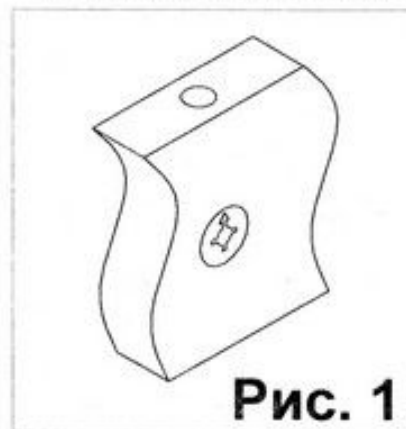

Рис. 1
1. Прикрутить ответные планки петель (7) к боковине 1 евроинтами (8) Соединить полку 3 с боковинами 1 и 2 евроинтами (2) . Вставить стяжки-растекс (3) в боковины 1 и 2 (см. рис. 1) . Забить шканты (1) в стойку 10 и соединить ее с полкой 3. Фиксацию стойки 10 с боковиной 1 произвести при помощи евроинтов (2)